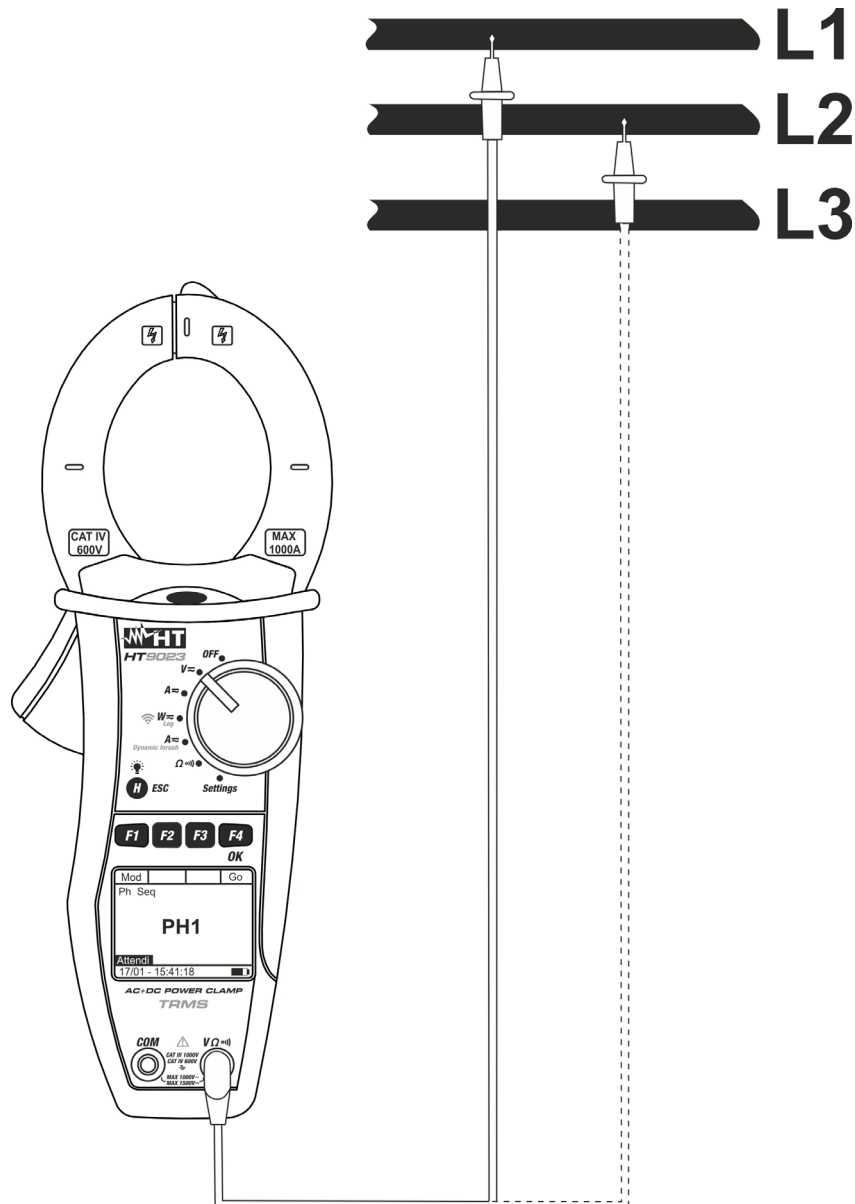

Fig. 7: Verificación del sentido cíclico de las fases
4. Inserte el cable rojo en el terminal de entrada $V\Omega$) y posicione la punta sobre la fase L1 del circuito en examen (vea Fig. 7)
7. El instrumento muestra el mensaje “PH2” y espera la detección de la fase L2. Conecte la punta roja a la fase L2 (vea Fig. 7)